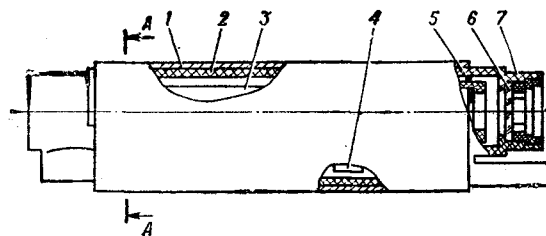

Рис. 56. Электронно-оптический преобразователь
77. Электронно-оптический преобразователь с делителем напряжения (рис. 56) размещен в кожухе, который совместно с за-